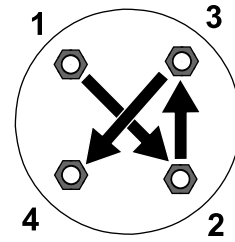

Рисунок 5
2. Затяните зажимные гайки (в перекрестном порядке, как показано на Рисунок 5) с моментом от 108 до 122 Н·м.